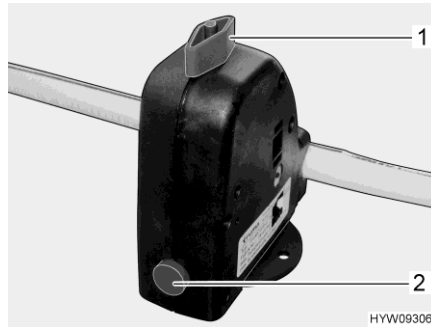

Bild 138 Säkerhets-/avtappningsventil (Truma)
- Säkerhets-/avtappningsventilen (Truma) stängs. Ställ vredet (Bild 138,1) diagonalt mot säkerhets-/avtappningsventilen och tryck in tryckknappen (Bild 138,3).